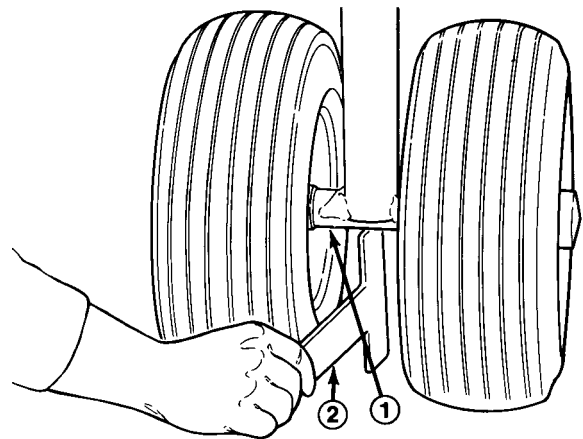

Bild 12
- Die kurze Seite der Rahmenhöhenmesslehre unter die Vorderachse schieben, um die Höhe nachzuprüfen. Die Messlehre sollte die Achse berühren, wenn sie auf dem Boden steht. Beide Seiten kontrollieren (Bild 12).